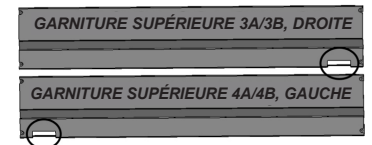

Fig. 11
- c. Choisissez la garniture supérieure selon le côté de la charnière de porte (Fig. 11). Vous n'avez pas besoin de l'autre garniture supérieure pour l'installation.